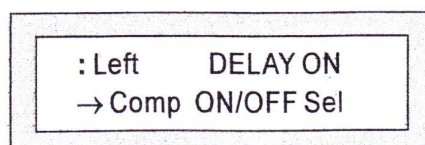

рис. 4
3. Нажмите кнопку компрессора, показ как рис. 4. Тогда нажмите - или кнопки, чтобы выбрать подменю компрессора. Последовательные подменю показывают следующим образом: